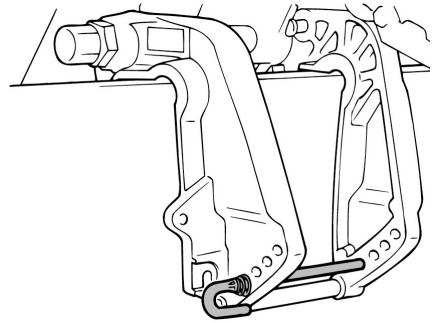

Рис. 37 Шток установки угла
Вертикальный угол дифферента подвесного лодочного мотора регулируется установкой штока в одно из имеющихся регулировочных отверстий (Рис. 37).
- Поверните стопорную пластину и вытяните шток из кронштейна крепления. Вставьте шток в следующее регулировочное отверстие и зафиксируйте его стопорной пластиной (Рис. 37).